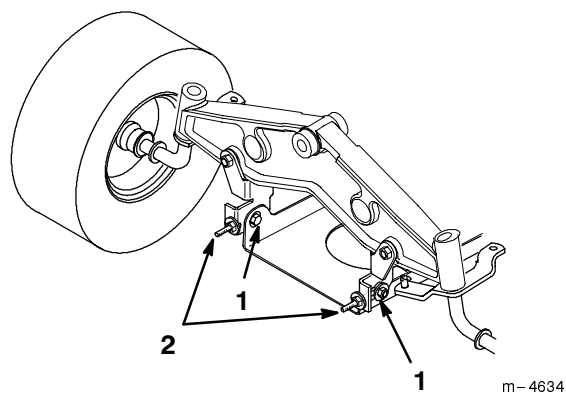

Bild 54
7. Lockern Sie zum Einstellen der Schnittemesserneigung in Längsrichtung die Befestigungsschrauben der vorderen Schwenkplatten ein wenig (Bild 54).
8. Drehen Sie zum Verändern der Einstellung die Sicherungsmuttern an den Transportösen (Bild 54). Ziehen Sie zum Anheben der Schneidwerkvorderseite die Sicherungsmuttern der Transportösen fest; lockern Sie sie zum Absenken.
9. Kontrollieren Sie, wenn Sie beide Sicherungsmuttern der Transportösen gleichmäßig eingestellt haben, die Schnittemesserneigung erneut in Längsrichtung. Fahren Sie mit der Einstellung der Transportösen fort, bis die vordere Schnittemesserspitze um 0–9,2 mm tiefer liegt als die hintere Spitze (Bild 54).
10. Ziehen Sie, wenn die Schnittemesserneigung in Längsrichtung korrekt ist, die Befestigungsschrauben der Schwenkplatten fest (Bild 54).